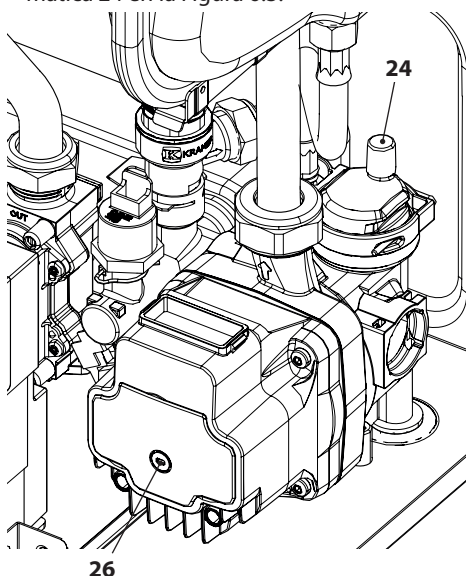

Figura 6.3
- Afloje el tapón de la válvula de purga automática 24 en la Figura 6.3.
- Quite el tapón 26 de la Figura 6.3 y desbloquee la bomba girando el rodete con un destornillador.